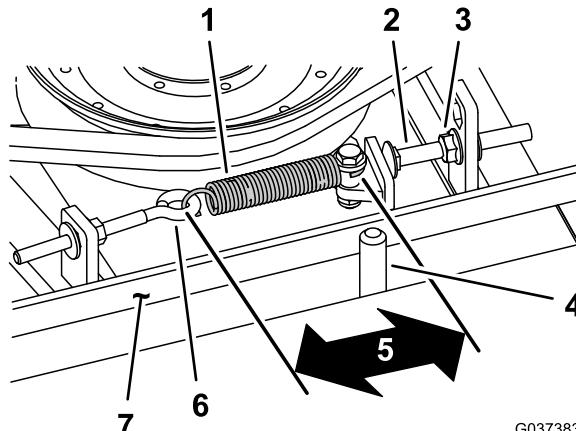

Bild 102
Bei richtiger Spannung sollte die Messung innen an der Verlängerungsfeder (Haken zu Haken) ungefähr $8,3 \text{ cm} \pm 9,5 \text{ cm}$ betragen. Wenn die Federspannung richtig ist, stellen Sie die Anschlagschraube (Schlossschraube) ein, bis der Abstand zwischen dem Schraubenkopf und dem Spannarm ungefähr 2-55 mm beträgt (Bild 102).
Hinweis: Achten Sie darauf, dass der Riemen auf der Federseite der Riemenführung positioniert ist (Bild 102).
2. Lockern Sie den Augenbolzen (Bild 102).
3. Lösen Sie die Bundmutter, mit der die Anschlagschraube an der Befestigungsnase befestigt ist, und schieben Sie die Spannscheibe vom Riemen weg (Bild 102).
9. Setzen Sie die Verlängerungsfeder (Bild 102) wieder in den Augenbolzen ein und spannen Sie den Riemen wie folgt: